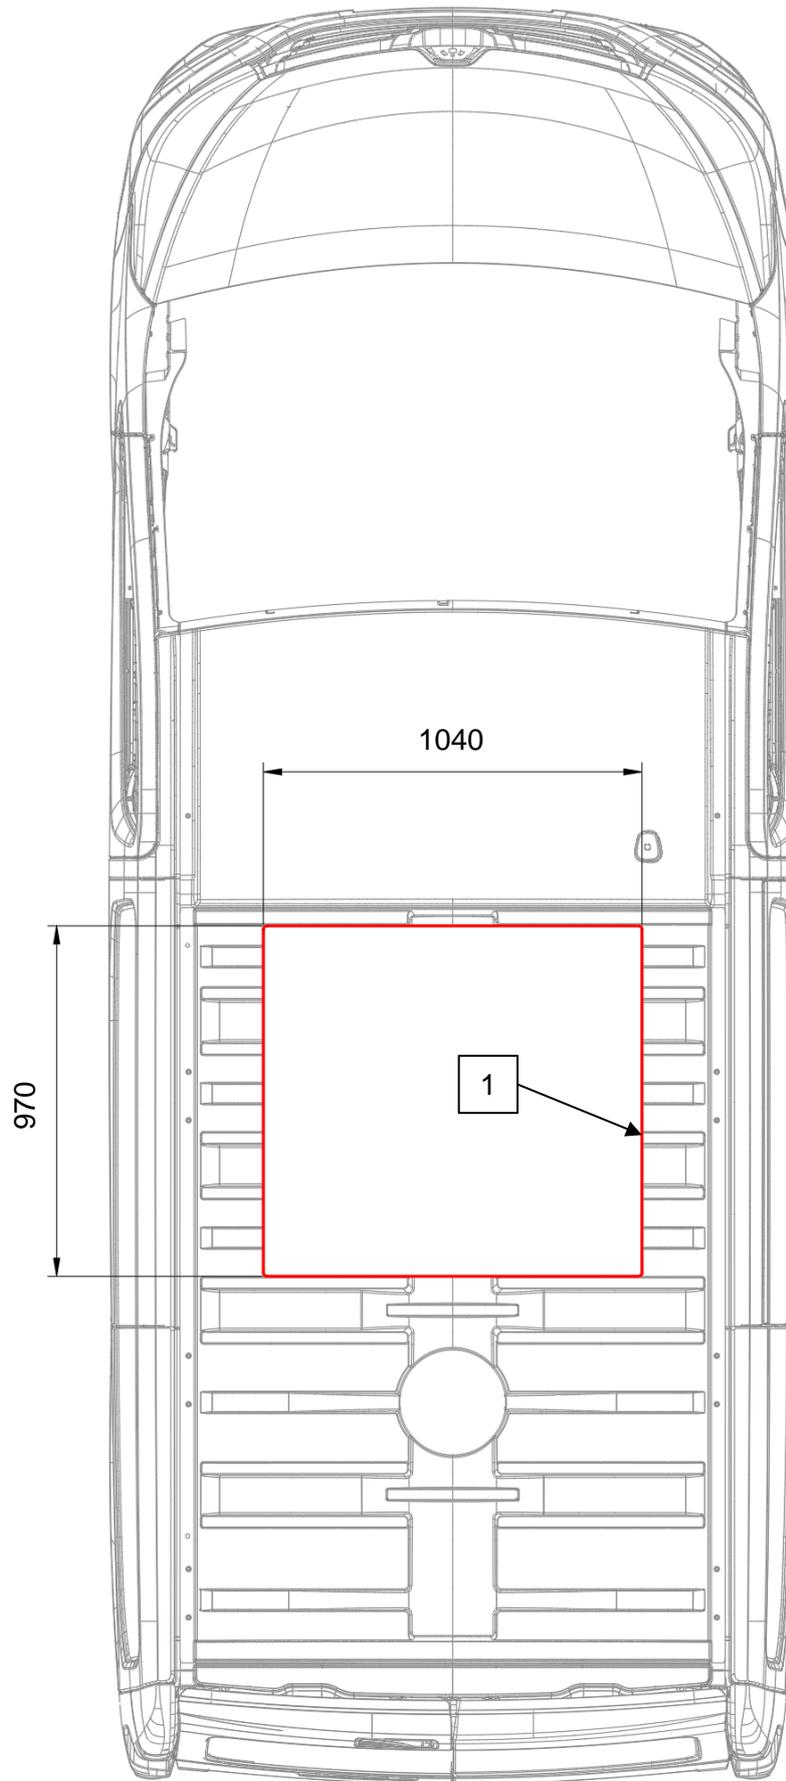

Abb. 2-1: Dachauschnitt [A0004106]
- Nach beiliegender Zeichnung (s. Abb. 2-1) die Maße auf das Fahrzeugdach anzeichnen und überprüfen.